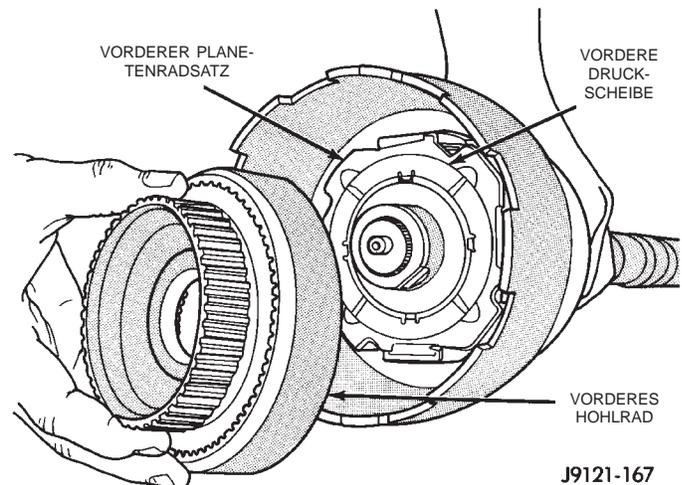

Abb. 159 Vorderen Planetenradsatz und Hohlrad montieren
(14) Vorderen Planetenradsatz auf Abtriebswelle und in Kupplungstrommel montieren (Abb. 159).
(15) Vordere Anlaufscheibe an vorderem Planetenradsatz anbringen. Ausreichend Vaseline verwenden, um die Scheibe in Einbaulage zu fixieren. Darauf achten, daß alle vier Nasen der Anlaufscheibe in die entsprechenden Schlitze eingreifen.
(16) Gegebenenfalls vorderes Hohlrad und Hohlradträger zusammenbauen. Darauf achten, daß der Sicherungsring vollständig in die Nut eingesetzt wird.
(17) Vorderes Hohlrad am vorderen Planetenradsatz anbringen (Abb. 159).